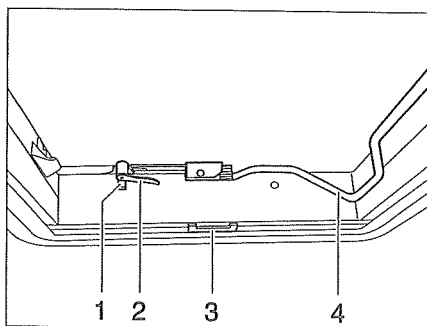
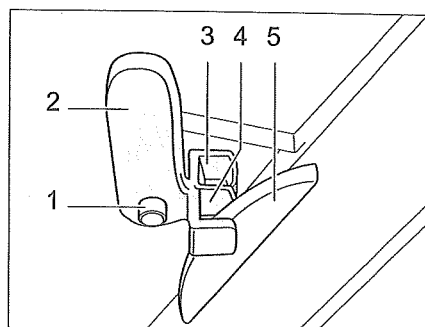

Bild 45 Heki-taklucka, stängd
Bild 46 Heki-takluckan i ventilationsläge 1
- Tryck ned låsknappen (Bild 45,1) och vrid låsarmen (Bild 45,2) ett kvarts varv inåt.
- Dra ut bygel (Bild 45,4) nedåt, så att spärren släpper.
- Vrid låsarmen (Bild 45,2 och Bild 46,2) ett kvarts varv. Takspärrens tapp (Bild 46,5) måste hakas in i den översta fästdelen (Bild 46,3).
- Tryck på låsknappen (Bild 46,1) och vrid tillbaka låsarmen (Bild 46,2). Takspärrens tapp (Bild 46,5) måste hakas in i den nedre fästdelen (Bild 46,4).